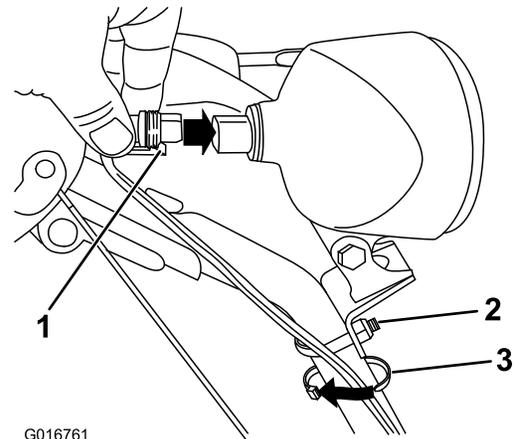

Bild 17
1. Setzen Sie den Kabelanschluss am losen Ende des Kabels gerade hinten in die Scheinwerferereinheit ein, bis er fest sitzt (Bild 17).
Hinweis: Achten Sie darauf, dass der Kunststoffclip am Kabelanschluss unten ist (Bild 17).
- Befestigen Sie eine Kabelbinde (von den losen Teilen) ungefähr 2,5 cm unter der U-Schraube um das Kabel und den Griff (Bild 17).